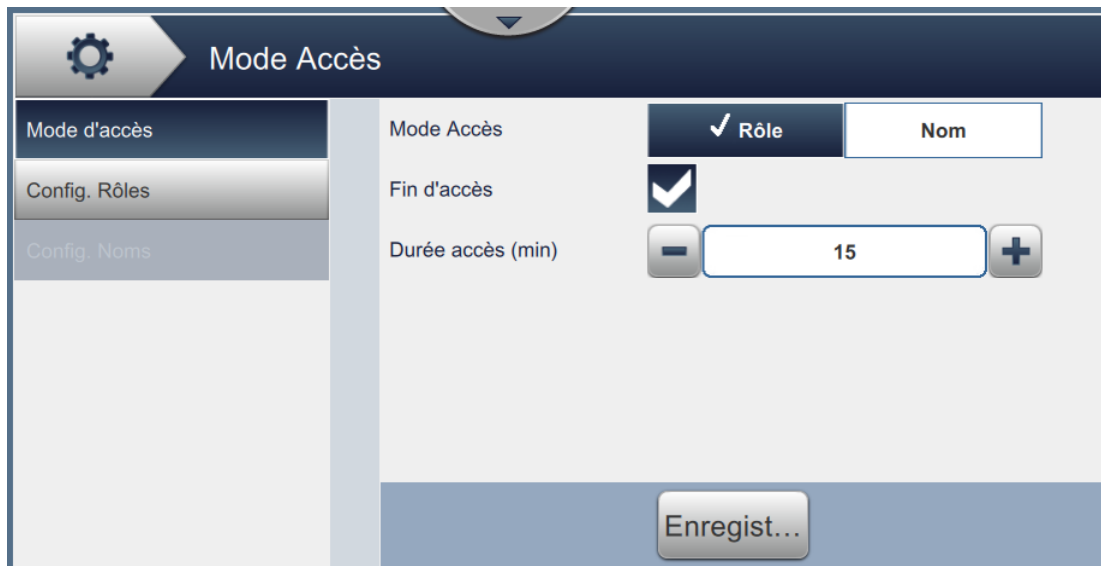

Figure 6-18 : Mode Accès
1. Appuyez sur le bouton  dans l'écran Outils. L'écran Mode Accès s'ouvre, tel qu'illustré dans la Figure 6-18.